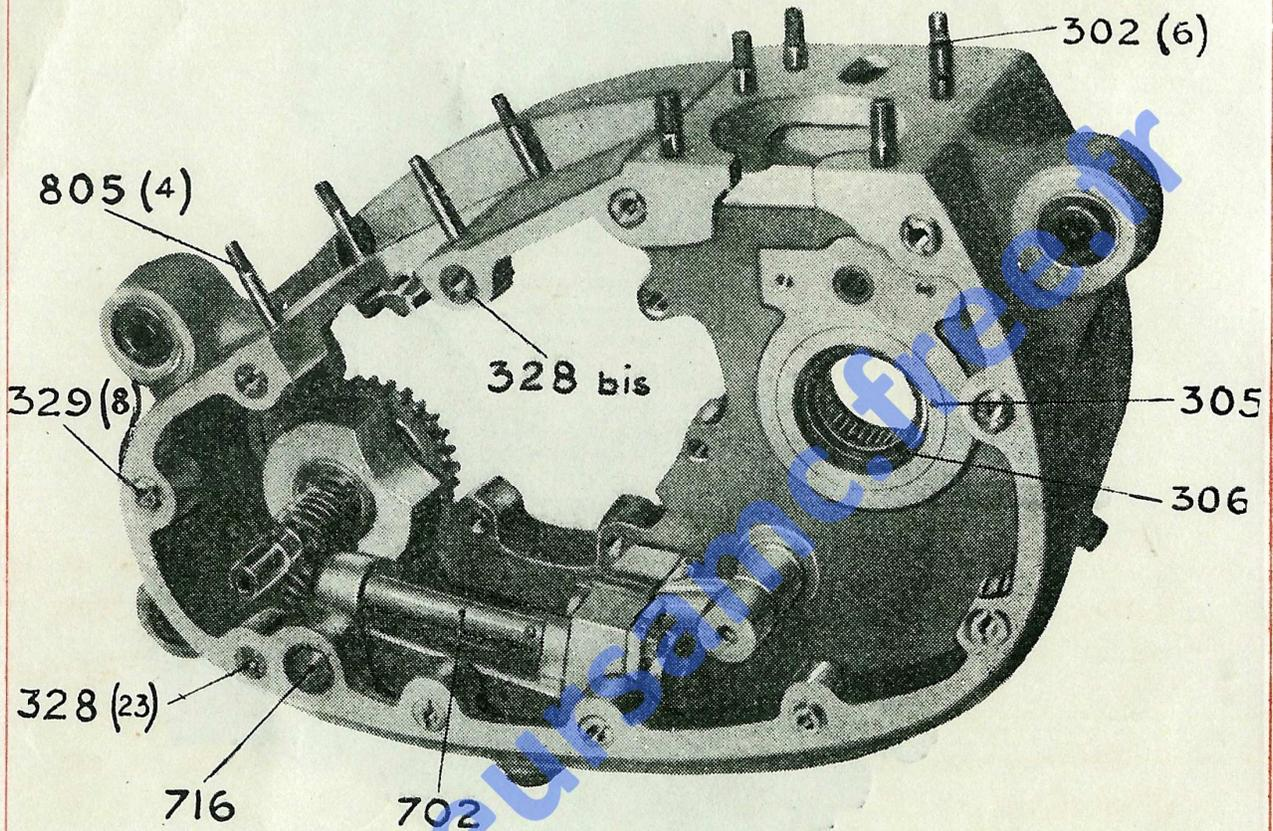

Fig. 5
Fig. 5 bis
FIGURES 5 et 5 bis
On peut voir sur la figure 5 bis qui représente la pompe à huile détachée et vue prise en dessous, une toile métallique très fine à large surface, destinée à filtrer le lubrifiant.
1° le **FLASQUE COTÉ VOLANT MAGNÉTIQUE** (316). Il se met en place tel qu'on le voit, c'est-à-dire porteur des différents organes figurés, contre la face visible du carter principal figure 5, où il s'adapte très facilement, le roulement à aiguilles logé dans le carter se prêtant beaucoup mieux qu'un roulement à billes, à l'emmanchement de l'axe (202).